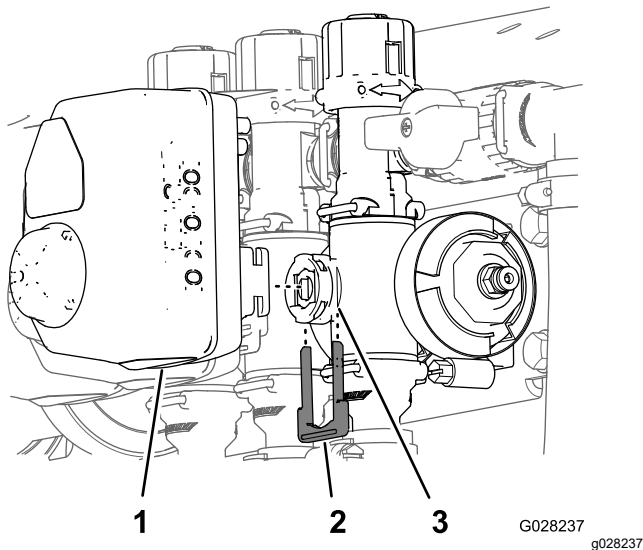

Figure 66
3. Retirez l'étrier qui fixe l'actionneur à la soupape du collecteur pour le régulateur de débit, la vanne d'agitation, la vanne principale ou la vanne de section (Figure 66).